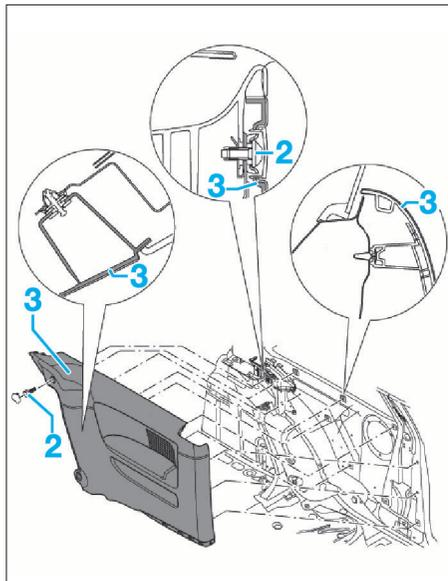

FIG. 25
- déposer la vis (2) (Fig.25).
- dégrafer la garniture d'aile arrière (3) en commençant par la partie supérieure arrière.
- dégraffer la garniture d'aile arrière (3) en commençant par la partie supérieure arrière.